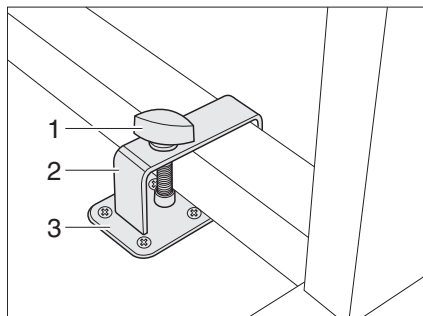
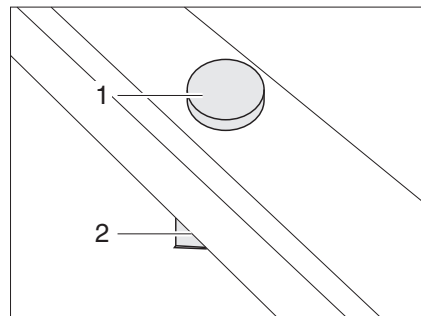

Fig. 76 Dispositif de blocage table pivotante avec étrier
Fig. 77 Dispositif de blocage table pivotante sans étrier
- Placer la table pivotante près du support (Fig. 76,3) ou sur celui-ci (Fig. 77,2).
- Placer l'étrier (Fig. 76,2) avec la vis de fixation (Fig. 76,1) par-dessus le pied de table.
- Pousser l'étrier et, le cas échéant, la table pivotante de telle sorte que la vis de fixation (Fig. 76,1 ou Fig. 77,1) puisse être vissée dans le support (Fig. 76,3 ou Fig. 77,2).